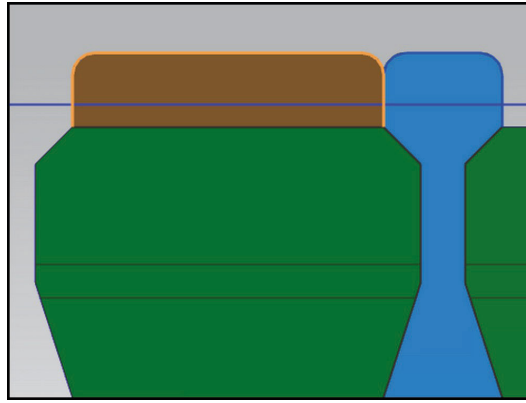

Рис. 5.17. Выделение ребра для создания перекрытия
12. Разработайте перекрытия для предотвращения брака. Нажмите последовательно кнопки **Добавить** в разделе **Тип** и **Перекрытие** в разделе **Добавить**. Укажите на коричневый отход после нажатия кнопки **Выберите отход**. Активируйте кнопку **Выделите ребро** отхода и выделите ребро отхода (рис. 5.17).